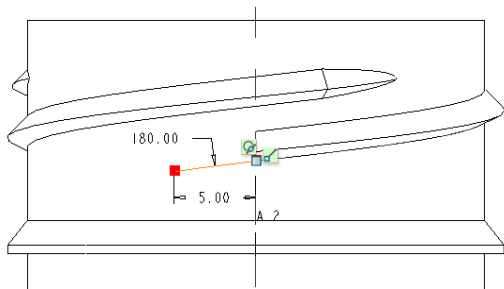

图 13-93 绘制圆弧
- 5 单击“参考”按钮指定合适的绘图参照, 接着使用圆弧工具绘制图 13-93 所示的线条, 注意该圆弧的相切约束关系。单击“确定”按钮.